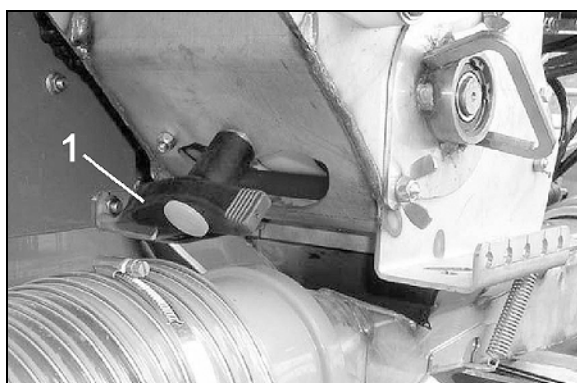

Bild 124
5. Öppna resttömningsklaffen genom att vrida på handtaget (Bild 124/1).
8. Stäng resttömningsklaffen (Bild 124) och sätt fast vridprovstråget i transporthållaren.